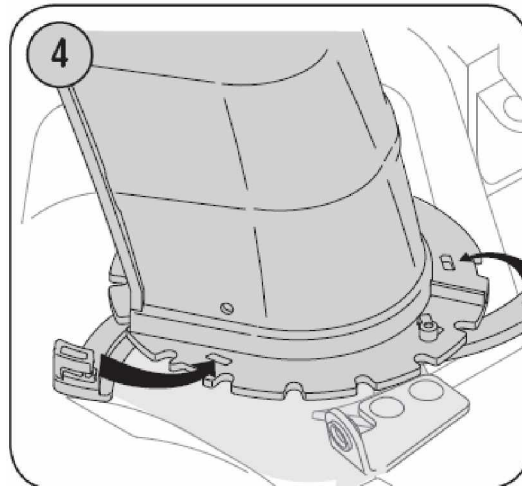

Рис. 4.
5. Зафиксируйте соединительные планки для закрепления желоба на выходном отверстии снегозаборника. Соединительные планки защелкиваются только при правильной установке желоба. См. Рис. 4.